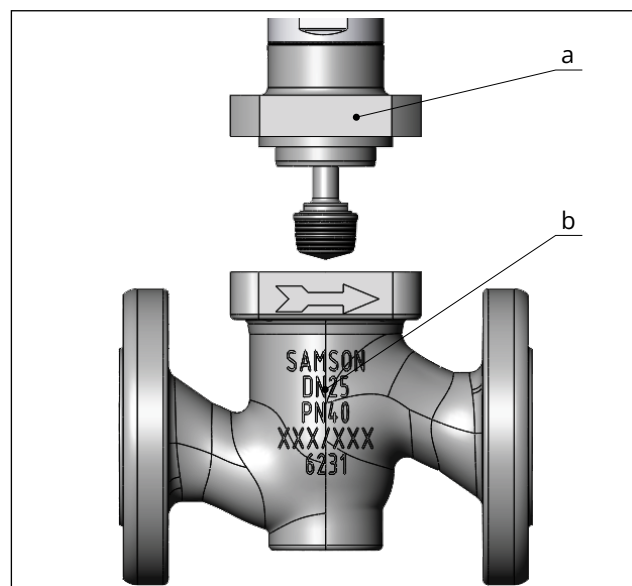

Fig. 11 : Orientation du chapeau de vanne
1. Dévisser les vis (10) du chapeau de vanne (7).
2. Retirer le servomoteur, la bride (14), le chapeau de vanne (7) et le clapet avec tige (3) du corps (1).
3. Retirer le joint plat (13). Nettoyer soigneusement les portées d'étanchéité dans le corps (1) et sur le chapeau de vanne (7).
4. Enduire le joint plat neuf (13) d'une graisse appropriée et le placer dans le corps.
5. Placer le servomoteur, le chapeau de vanne (7), la bride (14) et le clapet avec la tige de clapet (3) prudemment sur le corps (1). S'assurer que le repère du chapeau de vanne soit orienté vers la face avant de la vanne (voir Fig. 11).
6. Enduire les vis (10) avec un lubrifiant approprié.
7. Enfoncer le clapet (3) dans le siège (2). Fixer alors le chapeau de vanne (7) au moyen des vis (10). Serrer progressivement les vis en diagonale. Respecter les couples de serrage prescrits.
S'assurer que le repère du chapeau de vanne soit orienté vers la face avant de la vanne (voir Fig. 11).